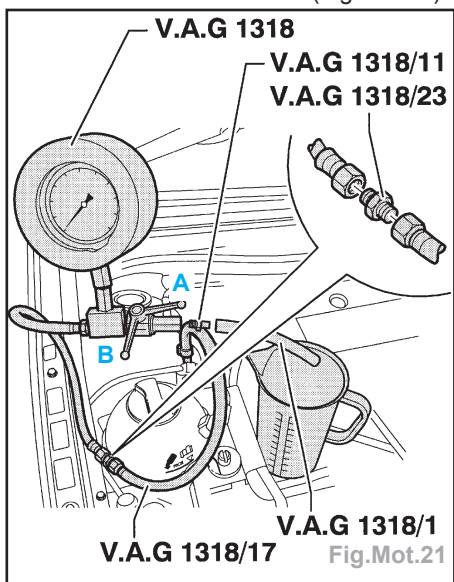

Fig.Mot.21
- Brancher le dispositif de mesure de pression **V.A.G 1318** à la conduite d'arrivée de carburant à l'adaptateur **V.A.G 1318/23** et **V.A.G 1318/17** (Fig.Mot.21).